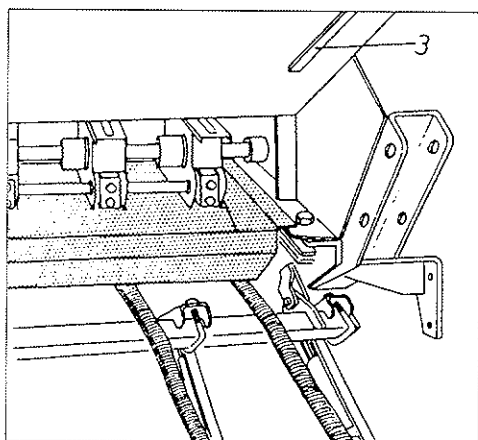

Fig. 2
**SEGUNDO:** Se retira la bandeja de su asiento de transporte (3) y se desliza horizontalmente debajo de los distribuidores (fig. 2).